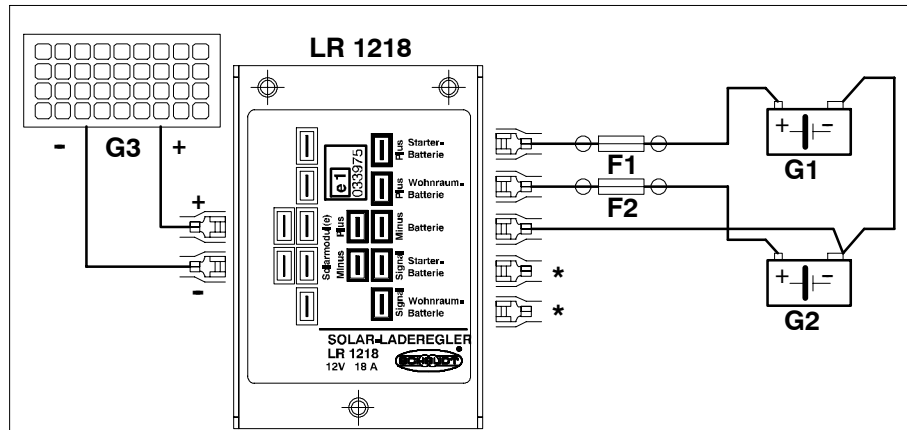

Bild 2 Schaltbild Anschluss LR 1218 an Starterbatterie und Wohnraumbatterie
- ▶ 1. Zwei Sicherungshalter mit Sicherung gemäß Schaltbild Abb. 2 am Anschlusskabel anschließen. Hierzu die Flachsteckhülsen 6,3 x 0,8 ohne Hals (Abb. 1, Pos. 5) verwenden. Nach dem Crimpen die Isolierhülsen (Abb. 1, Pos. 7) aufstecken. Die beiden Sicherungen einsetzen.